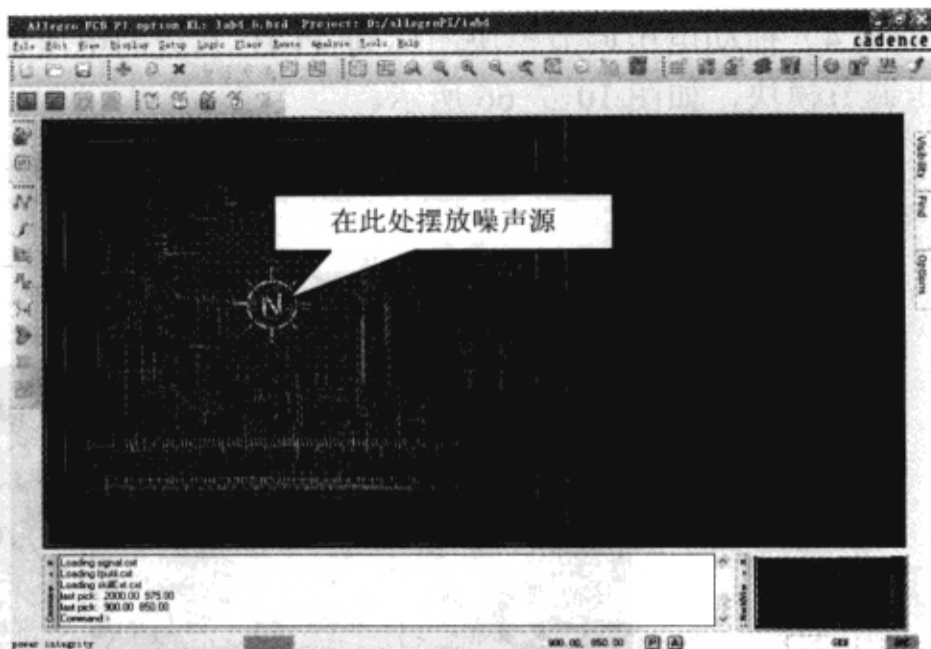

图 10-7-69 摆放噪声源
(7) 拖动噪声源图标到元器件的中心处，单击鼠标左键摆放噪声源，如图 10-7-69 所示。